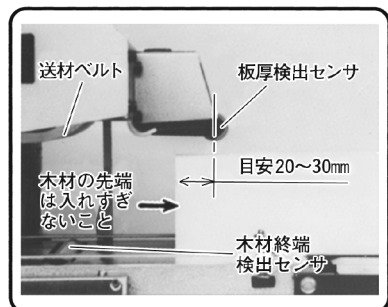

図 14
② 反転位置調整ポリウム	<p>左にまわすと木材は早く、右にまわすと遅く反転します。反転位置は手持ちの⊖ドライバーで調整します。(19ページ「(5)自動反転機構の確認」の項参照)</p>
③ 手動スイッチ	<p> を押し、木材の板厚検出(18ページ「(4)板厚検出機構の確認」の項参照)が終ると送材ベルト(図14参照)が回転し、一方(送り込み側から送り出し側)への切削ができます。このときは、刃先の向きを反転(20ページ「1.斜行角度の選定」の項参照)して使用します。</p>
④ 手動ランプ	<p>③手動スイッチ  を押すと点灯します。</p>
⑤ 1回スイッチ	<p> を押し、木材の板厚検出が終ると送材ベルトが回転し、1回往復の切削(帰り)ができます。</p>
⑥ 1回ランプ	<p>⑤1回スイッチ  を押すと点灯します。</p>
⑦ 2回スイッチ	<p> を押し、木材の板厚検出が終ると送材ベルトが回転し、2回往復の切削(帰り)ができます。</p>
⑧ 2回ランプ	<p>⑦2回スイッチ  を押すと点灯します。</p>
⑨ 連続スイッチ	<p> を押し、木材の板厚検出が終ると送材ベルトが回転し、連続した往復切削(帰り)ができます。切削を終了するときは⑤1回スイッチ  を押します。木材が送り込み側へ出てきます。</p>
⑩ 連続ランプ	<p>⑨連続スイッチ  を押すと点灯します。</p>
木材の先端を図14のように板厚検出センサより20～30mm（目安）入れ、操作パネルの「下」を押すか、またはフットスイッチの「下」を踏み、ヘッドを下降させます。
- ① 操作パネルの  スイッチを押し、1回の往復切削に設定します。
- ② 木材を板厚検出センサの下にセットします。(図14参照)
- ③ 木材の板厚検出をします。(図14参照)
- ④ 木材の検出が終ると、送材ベルトは自動的に回転します。
- ⑤ 木材を押し、送材させます。
- ⑥ 木材が自動反転して切削され戻ります。